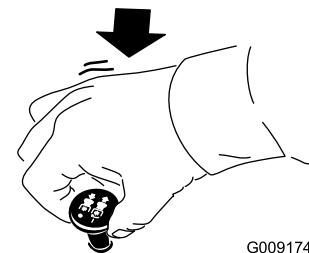

Figura 15
- Desengrane las cuchillas moviendo el mando de control de las cuchillas a la posición de DESENGRANADO (Figura 15).